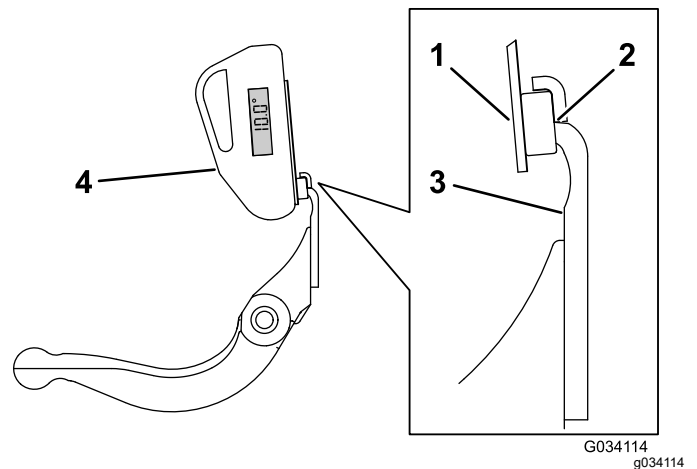

Figura 24
3. Amplasați suportul indicatorului de unghi pe marginea contracuitului, astfel încât marginea magnetului să se îmbine cu marginea contracuitului (Figura 24).
4. Amplasați indicatorul de unghi pe suport, conform indicațiilor din Figura 24.